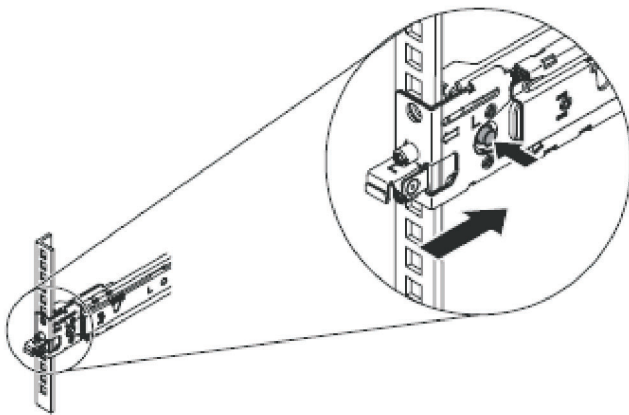

Figura 24. Instalando a extremidade frontal dos trilhos deslizantes
5. Instale a extremidade frontal dos trilhos deslizantes, conforme mostrado na Figura 24.